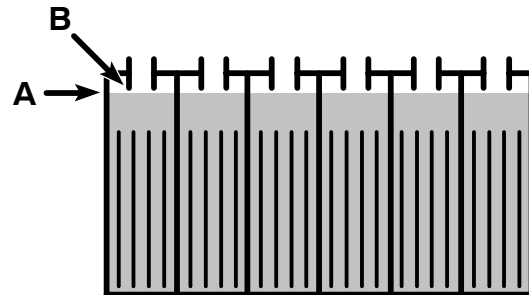

FIG. 33
3. Après la mise en charge des batteries, vérifiez le niveau d'électrolyte (A) **dans chaque élément de batterie**. Le niveau doit se trouver environ à 1 cm du bord inférieur de l'orifice de remplissage (B). Ajoutez de l'eau distillée si nécessaire (Figure 33). **NE REMPLISSEZ PAS TROP.**